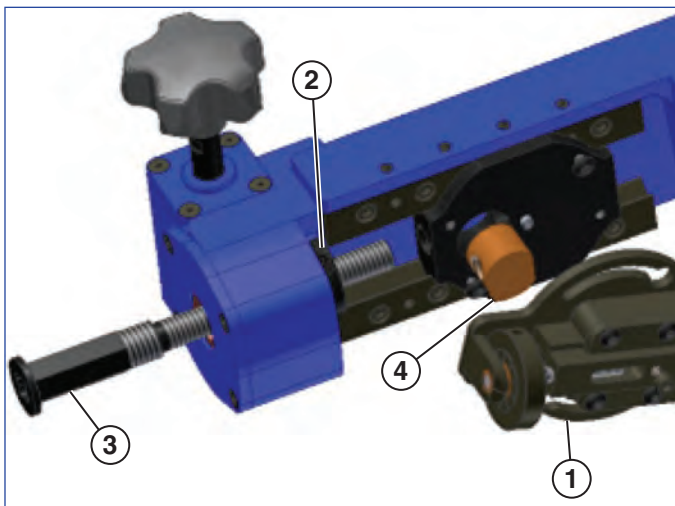

Abb. 6
4. Mit QuickFace werden zwei Vorschubspindeln geliefert. Verwenden Sie bei gewünschter Oberflächenbearbeitung von 125 - 250 Mikrozoll (3,18 - 6,35 μm) die 1/2 - 11 Vorschubspindel. Verwenden Sie bei gewünschter Oberflächenbearbeitung von 60 - 100 Mikrozoll (1,52 - 2,54 μm) die 1/2 - 20 Vorschubspindel. **Siehe Abb. 6.**